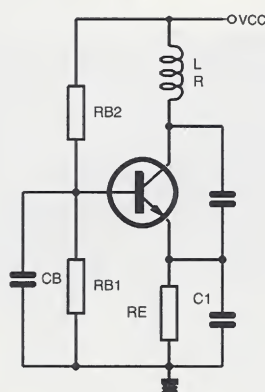

Figure 3
c) C'est en effectuant cette dernière manœuvre que l'on obtient le montage dit «COLPITTS» dont le schéma concret (à l'aide du transistor bipolaire conventionnel) est donné figure 3 et où Rb1,